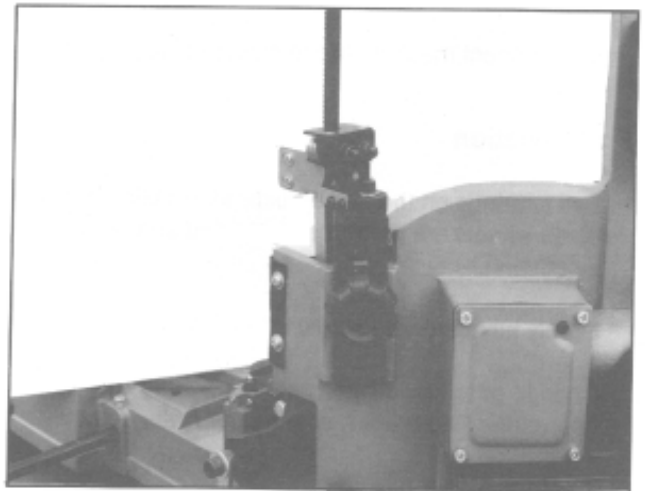

Fig. 14
3. Die Schrauben (A, Fig. 14) lösen und die Hartmetall-Führung so einstellen, dass das Spiel zwischen 0,08 mm bis 0,12 mm beträgt.